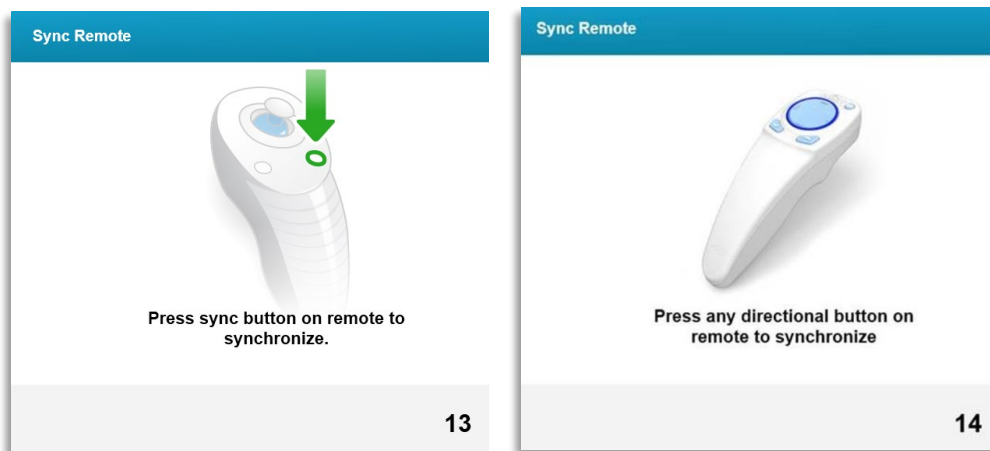

Bild 3-16. Synkronisera fjärrkontroll
- Meddelande "Synkroniserad inpassning för fjärrkontroll" (Sync alignment remote) kommer att visas på skärmen i 15 sekunder, vilket visas på bild 3-16.